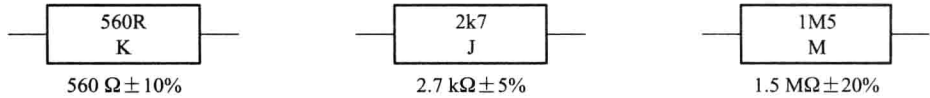

图 1-2 电阻器文字符号法图示
② 文字符号法。用阿拉伯数字和文字符号两者有规律的组合来表示标称阻值，其允许偏差用文字符号表示：B（ $\pm 0.1\%$ ）、C（ $\pm 0.25\%$ ）、D（ $\pm 0.5\%$ ）、F（ $\pm 1\%$ ）、G（ $\pm 2\%$ ）、J（ $\pm 5\%$ ）、K（ $\pm 10\%$ ）、M（ $\pm 20\%$ ）、N（ $\pm 30\%$ ）。符号前面的数字表示整数阻值，后面的数字依次表示第一位小数阻值和第二位小数阻值。如图 1-2 所示。